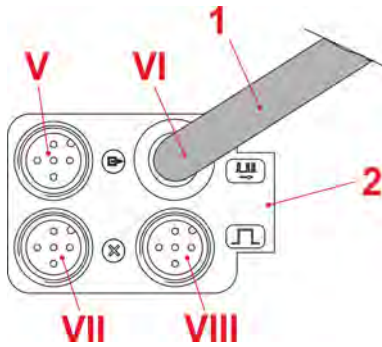
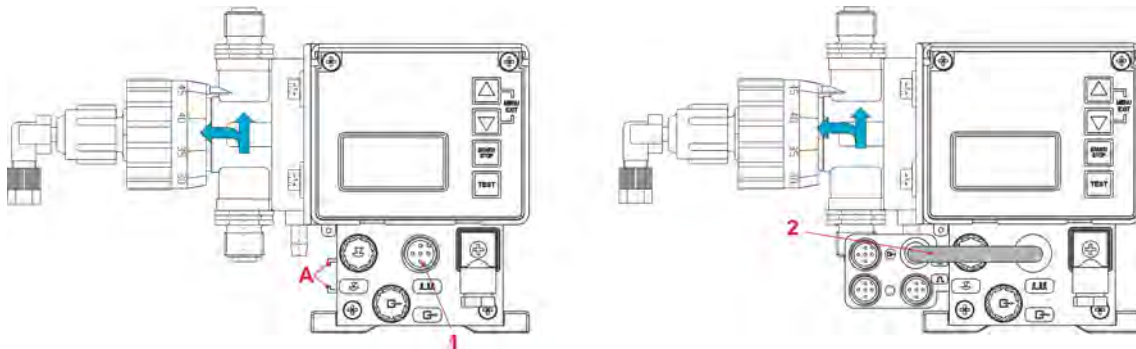

Fig. 25 : Dongle-Box
Fig. 26 : Montage du module de protection sous boîtier (Dongle-Box) ou bien MicroFlow- Box
1. ▶ Monter le module de protection sous boîtier Dongle-Box ou bien MicroFlow- Box (Fig. 25 ) sur la glissière de la pompe EMP prévue à cet effet (Fig. 26 , pos. A).
2. ▶ Pousser le module de protection sous boîtier Dongle-Box ou bien MicroFlow- Box (Fig. 25 ) dans la glissière sur le côté gauche de la pompe EMP (Fig. 26 , pos. A), jusqu'à ce qu'il s'enclenche.
3. ▶ Raccorder le câble de liaison (Fig. 25 , pos.1 et à la page 50, pos. 2) sur l'entrée d'impulsion/du signal normalisé (Fig. 26 , pos. 1).
Ist vor der Erweiterung durch eine Dongle- Box bzw. eine MicroFlow- Box am Eingang für Impuls / Normsignal (Fig. 26 ) ein Stecker angeschlossen, so kann dieser nach der Erweiterung an Stecker VIII (Fig. 25 Pos. VIII) der Dongle-Box bzw. der MicroFlow- Box angeschlossen werden.